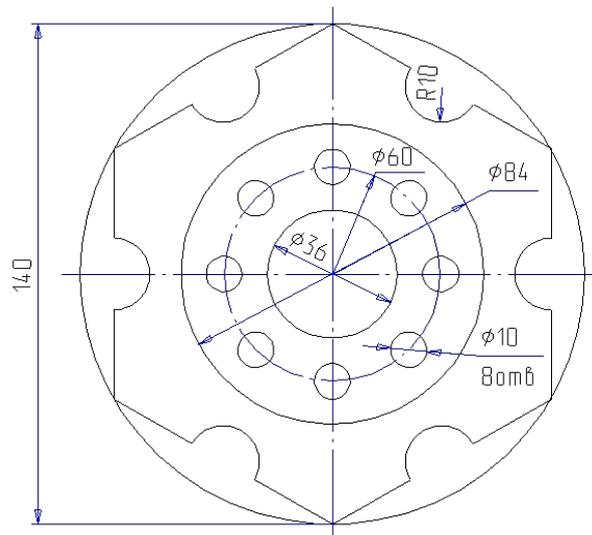

Рисунок 4. Готовый чертеж пластины
8. Нанести размеры в соответствии с рис.4.